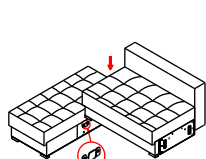
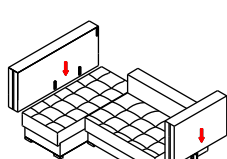

Рис. 9
Рис. 10
- ⇨ соединить секции между собой (Рис.9), затем установить боковины (Рис.10).